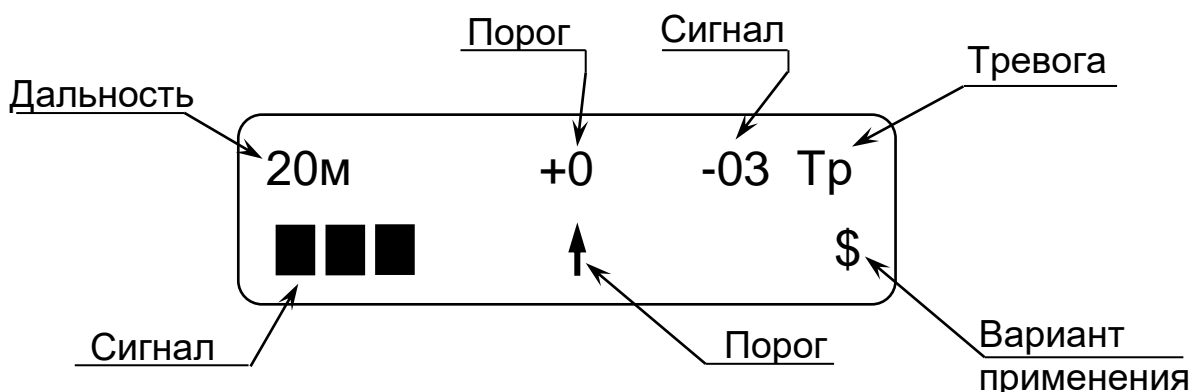

Рисунок 21 – Окно индикации параметров извещателя АНЧАР-40
2.11.4 *Индикация напряжения питания* производится после перевода ПК в режим индикации одновременно с индикацией наименования подключенного извещателя. Если напряжение питания 10,2 В и выше, после индикации в течение пяти секунд значения напряжения питания в вольтах ПК переходит в режим отображения остальных параметров (см. рисунок 21). Если напряжение питания ниже 10,2 В (пониженное) ПК вместо представленных на рисунке 21 параметров индицирует значение напряжения питания в виде мигающих символов.
*Индикация помехи:* значок «!!» на месте значка «Тр», см. рисунок 21) дублирует световую индикацию в КР извещателя.
*Индикация неисправности:* значок «Ав» на месте значка «Тр», см. рисунок 21) дублирует извещение сформированное извещателем. При включенном зуммере ПК звучит звуковой сигнал.